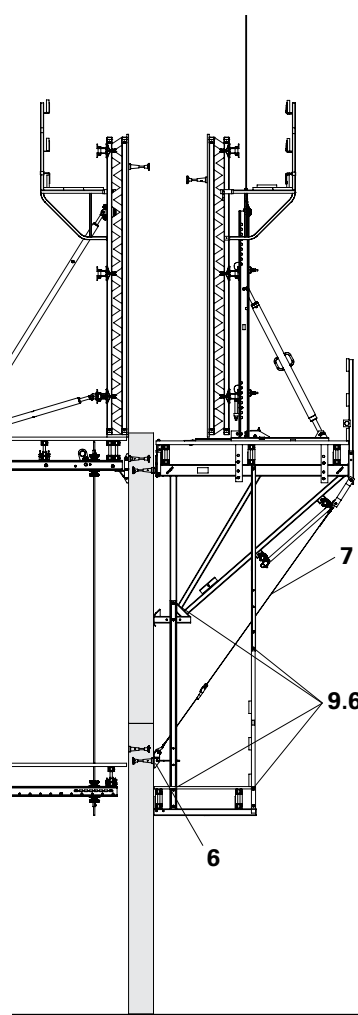

Fig. B1.31
12. Montare la controventatura (6) e (7). (Fig. B1.31)